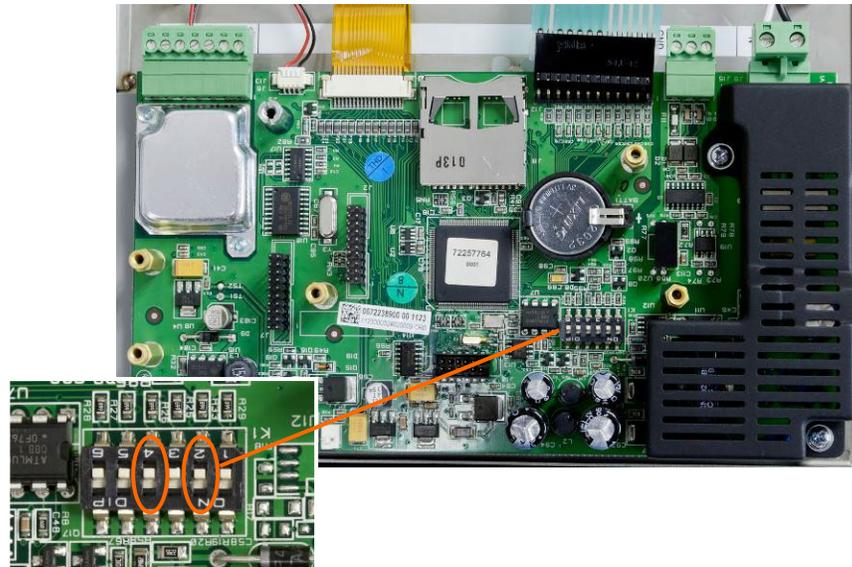

Abbildung 5-10: Schalter SW1-2 und SW1-4
2. Stellen Sie Schalter SW1-2 in die Position EIN (siehe Abbildung 5-10).
- Die Position von SW1-4 (auch in Abbildung 5-10 angezeigt) legt fest, ob messtechnisch wichtige EEPROM-Daten für die Waagenkalibrierung zurückgesetzt werden, wenn eine Master-Reset durchgeführt wird. SW1-4 muss auf EIN gestellt werden, um die EEPROM-Daten zurückzusetzen. Wenn SW1-4 auf AUS gestellt ist, werden die messtechnischen EEPROM-Daten von der Hauptrücksetzung **nicht** beeinflusst.